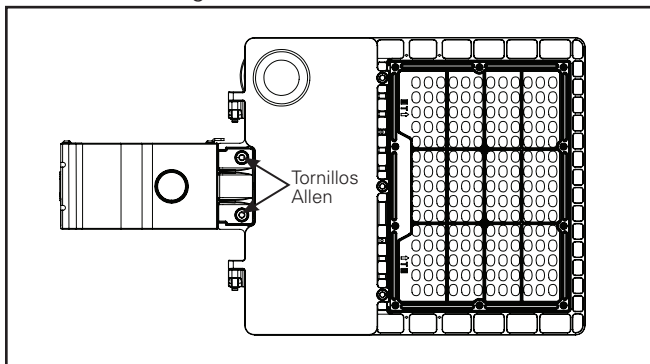

Figura 9.
8. Tienda los terminales de los cables desde el luminario hasta el brazo de montaje en poste y deslice el luminario sobre el brazo de montaje en poste. Asegúrelo con dos tornillos Allen. Apriete a 30 in-lb (3,39 Nm) (Figura 9).